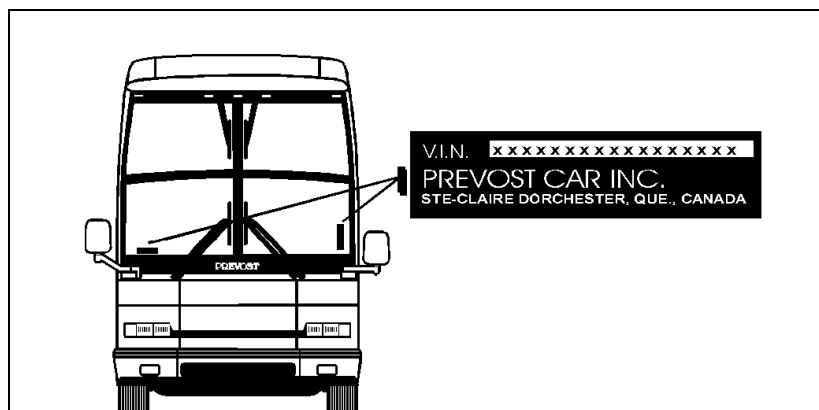

FIGURE 1: LOCALISATION DE LA PLAQUE SUR LES VÉHICULES XL ET H3
1. Enlever la mauvaise plaque du NIV(Fig. 1).